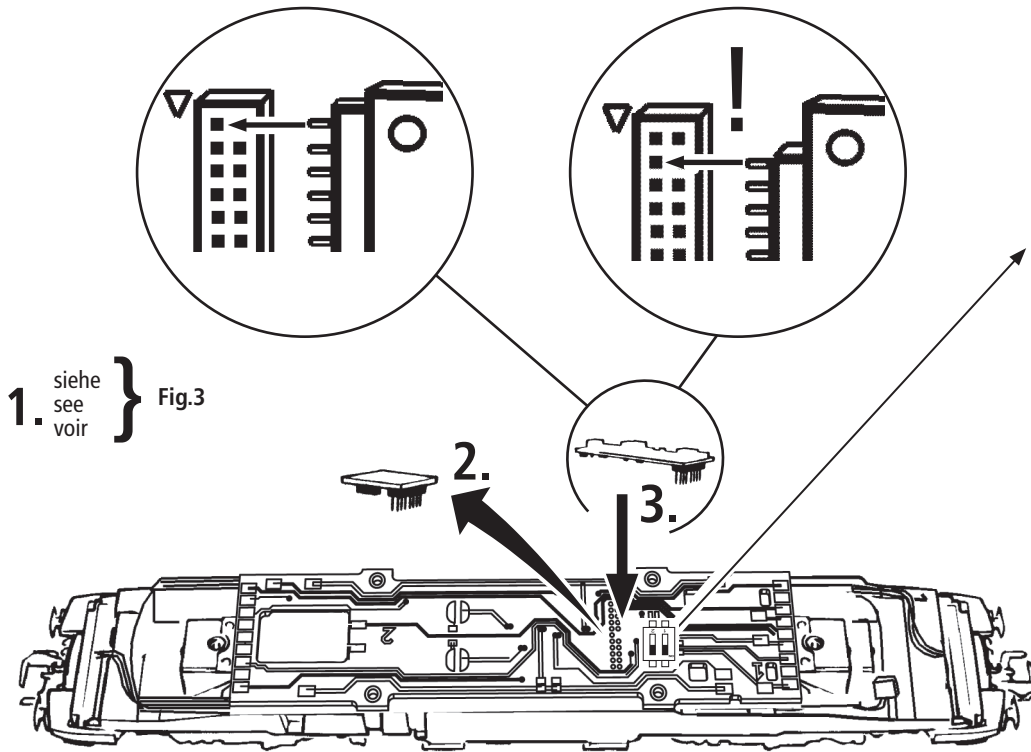

Fig. 8
2. Schmierung: Versehen Sie die im Schmierplan in Fig. 8 gekennzeichneten Stellen mit nur **kleinen Öltropfen**. Dazu zuerst das Lokgehäuse abnehmen (Fig. 3). Wir empfehlen den **ROCO Öler Art.-Nr. 10906**. Fürs Schmieren der Getriebeteile (Zahnräder, Schnecke) empfehlen wir das **ROCO-Spezialfett Art.-Nr. 10905**. Im Falle der Schmierung diese Teile **nicht ölen**.
2. Lubrication: Apply **tiny oil drops** to spots marked in fig. 8. Prior to lubrication dismantle locomotive (fig. 3). We recommend using item no. **10906, Roco oiler**. For lubrication the gearparts (e.g. cogwheels, worm) we should recommend our Roco **special grease** (item no. **10905**).
2. Graissage: N'appliquez **qu'une toute petite goutte** aux endroits indiqués par le plan de graissage (fig. 8) après avoir démonté la caisse de la locomotive (fig. 3). Nous vous recommandons le **graisseur à huile Roco réf. 10906**. Pour graisser les engrenages (roues dentées, vis sans fin) nous vous conseillons la **graisse spéciale Roco réf. 10905** pour engrenages en matières synthétiques. Lorsque vous utilisez cette graisse il faut éviter d'huiler ces composants.